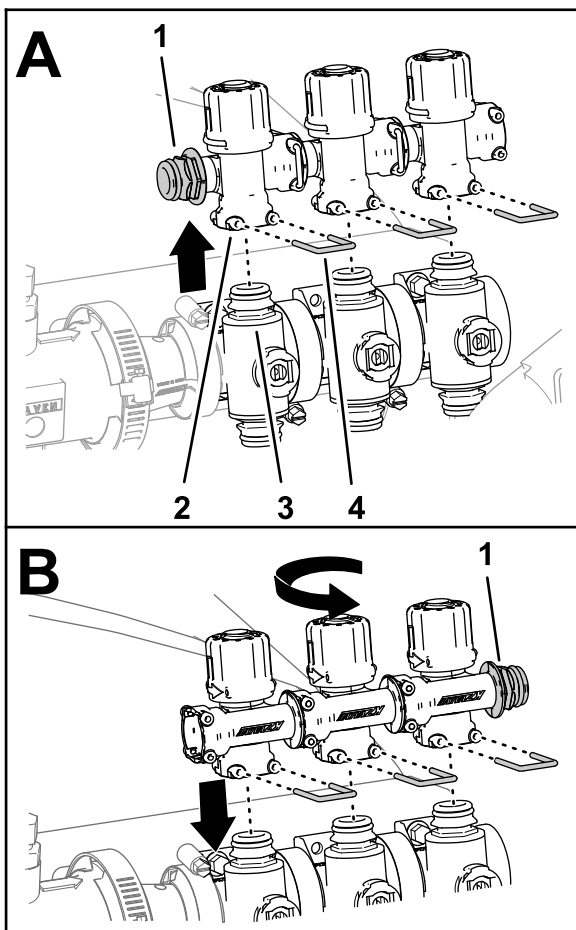

Bild 66
4. Entfernen Sie die drei Halter, mit denen die drei Sicherheitsventile am linken, mittleren und rechten Abschnittsventil befestigt sind (Bild 66).
5. Nehmen Sie die Sicherheitsventile von den Abschnittventilen ab (Bild 66).
6. Drehen Sie die Sicherheitsventile um 180° und montieren sie an den Schnelltrennanschlussstücken der Abschnittventile (Bild 66).
7. Befestigen Sie die drei Sicherheitsventile mit den drei Haltern, die Sie in Schritt 4 entfernt haben, an den Abschnittventilen (Bild 66).